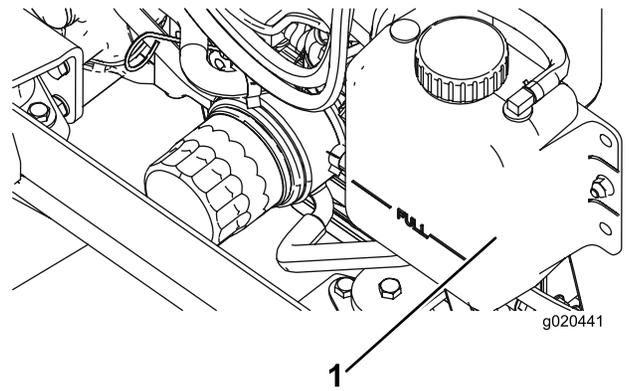

Figure 95
1. Retirez le bouchon du radiateur et le bouchon du vase d'expansion avec précaution (Figure 95).